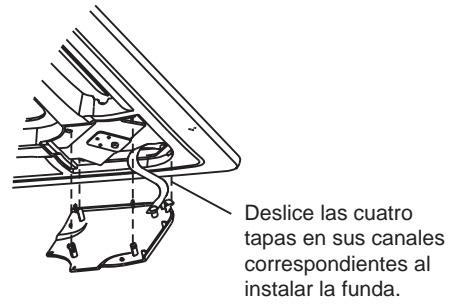

Fig.4-21
- 2) Presione ligeramente la cubierta hacia dentro del panel. (vea la Fig.4-21)